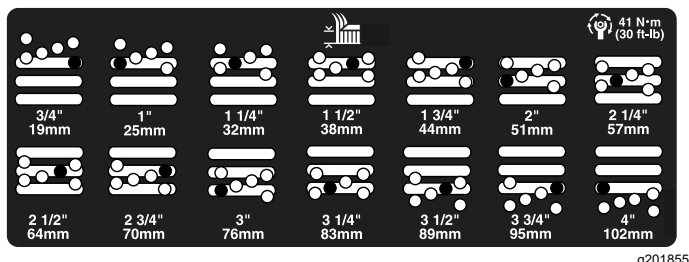

図 23
5. 希望の刈り高にチェンバを合わせ、その刈り高の穴とスロットにスペーサを通す 図 23。